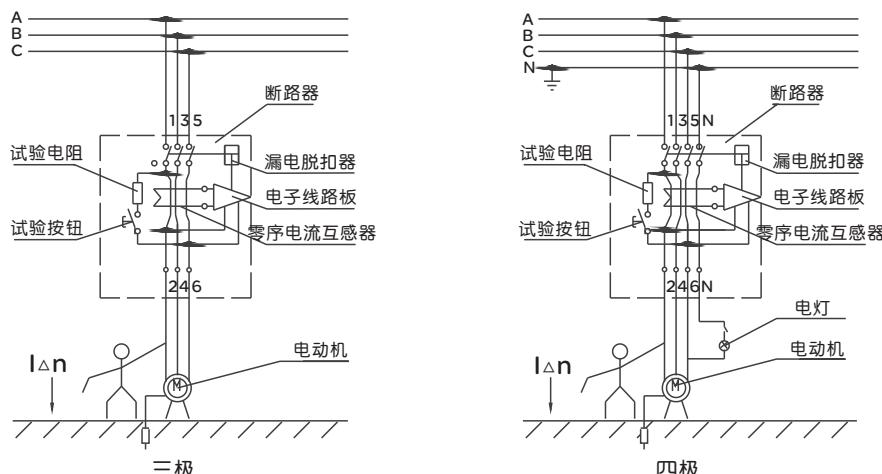

图1 工作原理
- 当被保护电路中有漏电或触电时,零序电流互感器有一个信号输出,当该信号输出达到一定值时,就触发可控硅导通使漏电脱扣器动作,从而带动牵引杆使操作机构在很短的时间内断开,切断电源,从而实现漏电保护功能。工作原理见图1